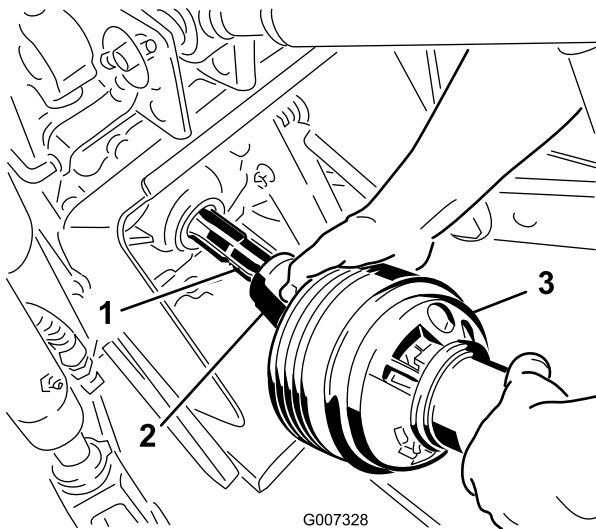

Bild 21
3. Kuppeln Sie die Zapfwelle an der Zapfwelle des Traktors an (Bild 21).